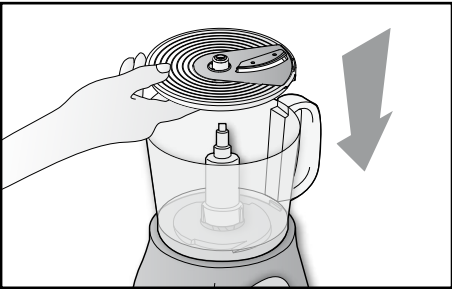

Fig. 10
- Montare il disco porta lame (R) completo sul perno motore (C), afferrandolo dagli appositi occhielli, con la lama rivolta verso l'alto (Fig. 10).
- Inserire il coperchio (E) sopra la ciotola (D) e procedere come indicato nel paragrafo "Tritare, impastare o montare".